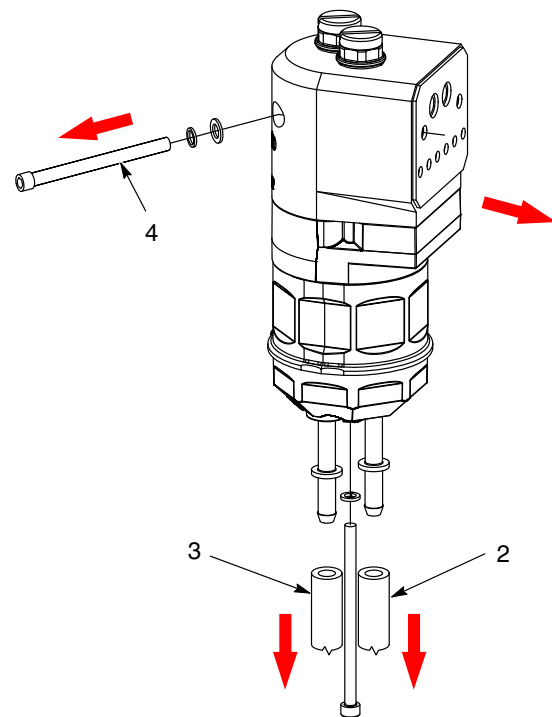
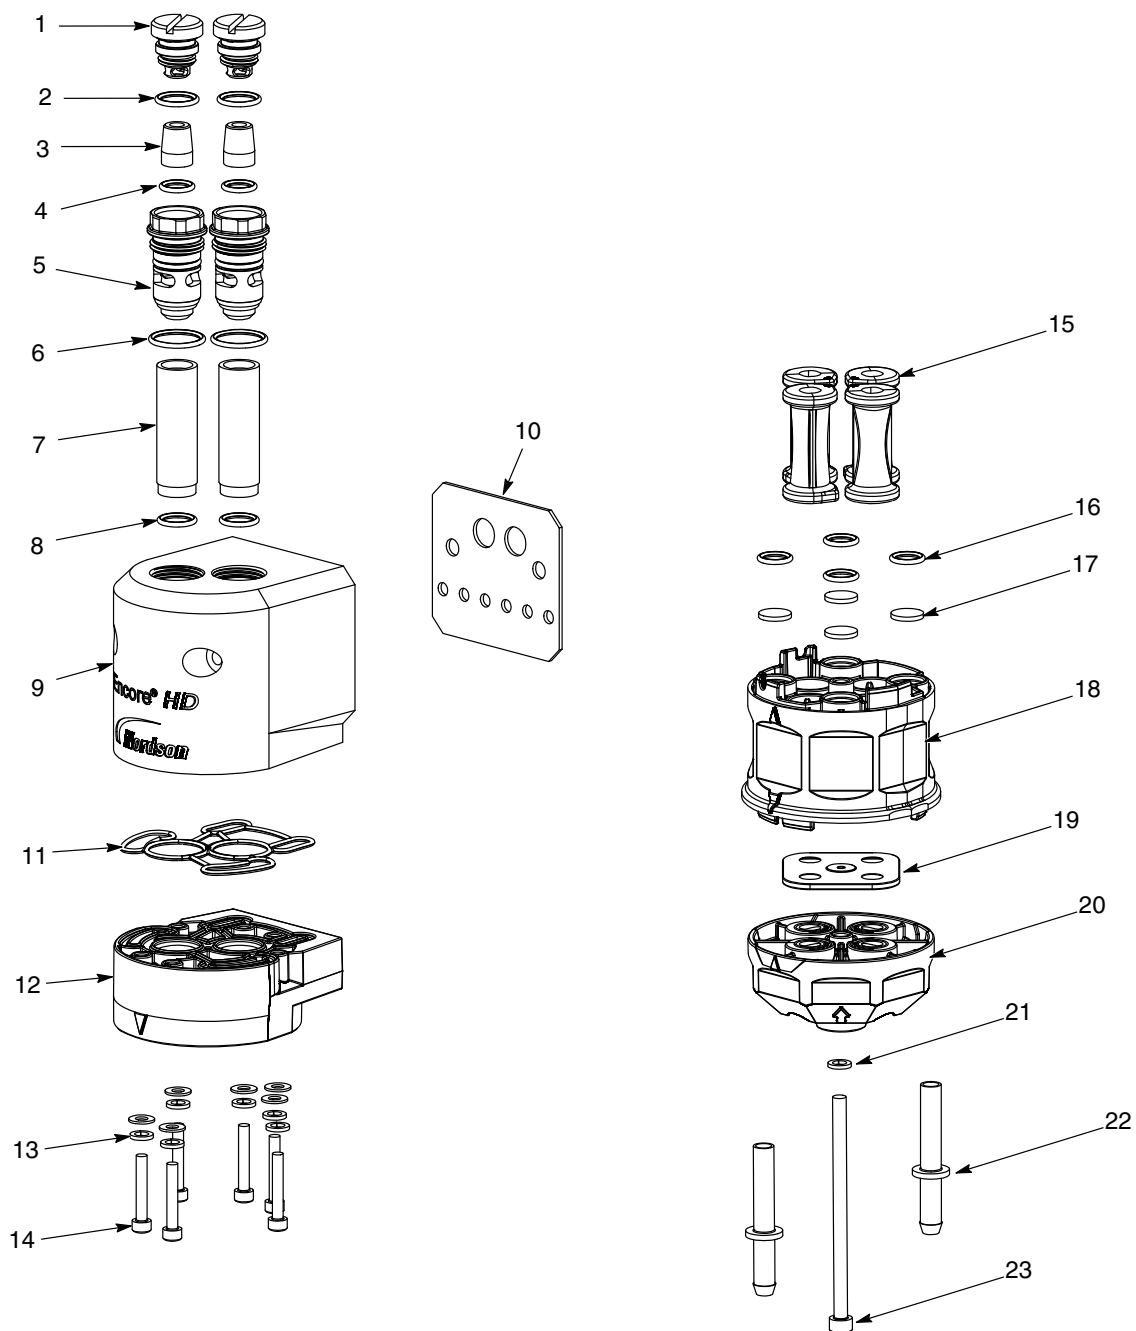

Bild 17 Förberedelse för isärmontering av standardpump
Bild 18 Isärmontering av pump (Encore HD visas)
2. Se bild 17. Koppla loss slangarna för inkommande (2) och utgående pulver (3) från pumpens undersida.
3. Ta av den skåpsmonteringshårdvara som fäster pumpen på pumppanelen (4) och flytta pumpen till en ren arbetsyta.
4. Se bild 18. Genom att börja med fluidiseringsrören, delar man pumpen så som visas. Packningar som är limmade behöver inte tas bort, såvida de inte är skadade.